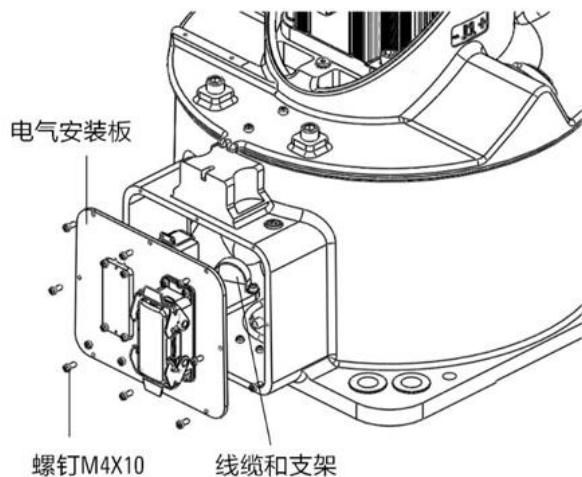

图 12-2 底座内部线缆示意图
- 步骤1. 拆卸电器安装板，如图 12-2 所示，抽出底座内部线缆。
步骤8. 按图 12-2 所示方向将线缆装入底座内部，在底座内呈“U形”。